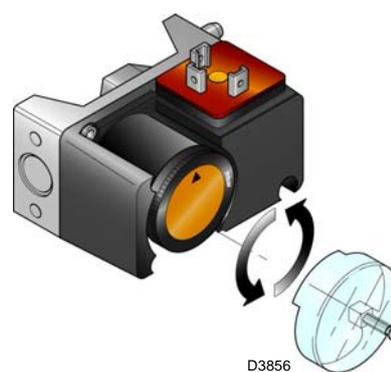

Fig. 33
- Regolare il pressostato gas di massima (Fig. 33 a pag. 37) a fine scala.
Eseguire la regolazione del pressostato gas di massima (Fig. 33) dopo aver effettuato tutte le altre regolazioni del bruciatore con il pressostato gas di massima regolato a fine scala.